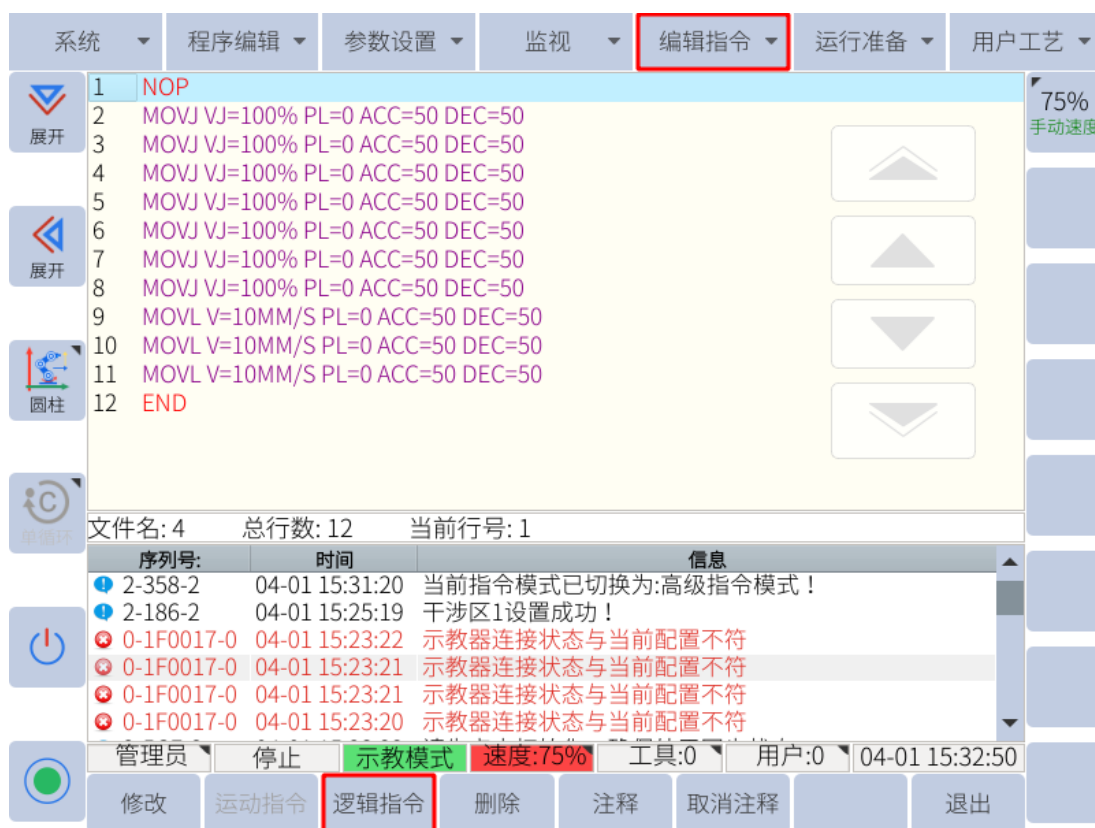

图 4-5：插入其他指令
2. 然后按主菜单下的“编辑指令”或子菜单区域的“逻辑定制指令”选择要插入的指令，如图 4-5 所示。